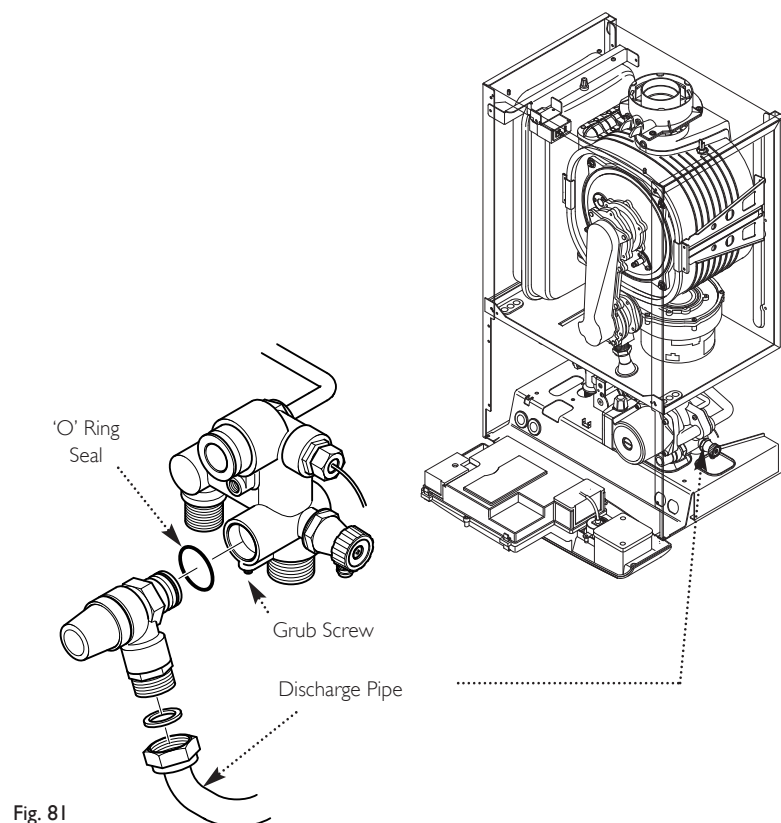

Fig. 81
14.17 Pressure Relief Valve (Fig. 81)